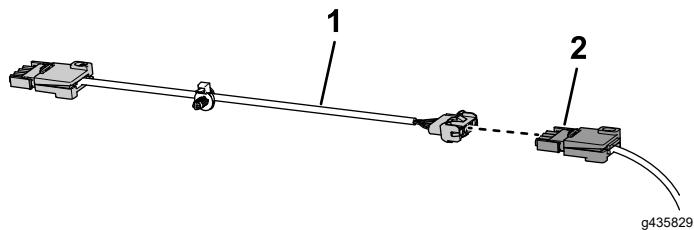

図 7
12. 電気スタート用延長コードのコネクタを電気スタートコネクタに取り付け 図 7、図 6のようにマシン前部に接続する。